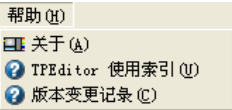

图 2-17 菜单工具栏-帮助
- **帮助 (H)**: 提供TPEditor的版本信息与操作手册。如图 2-17。详细说明请参阅第 3.8 节。